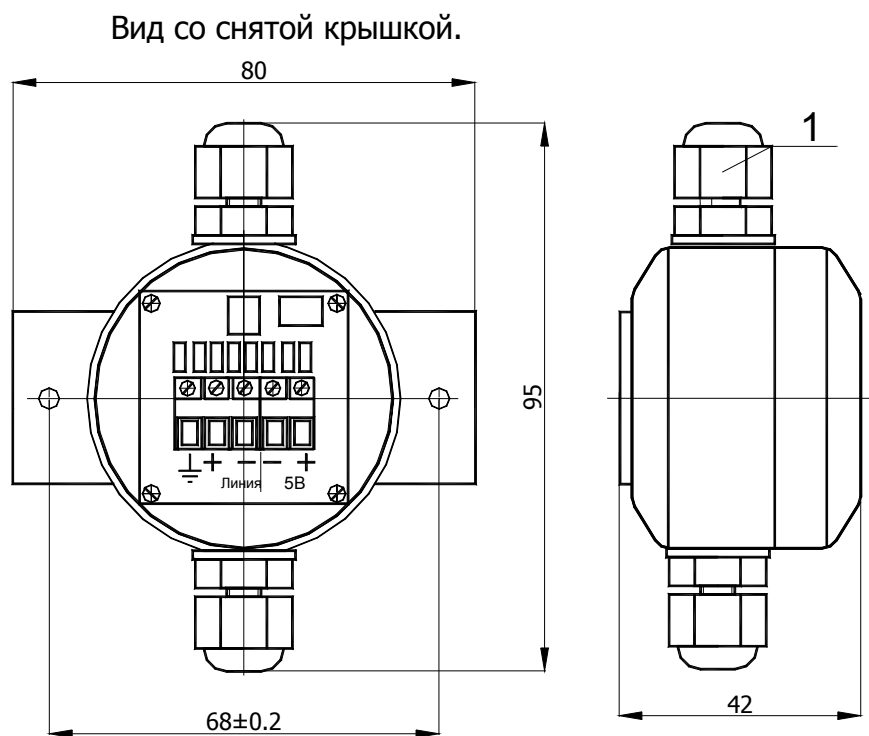
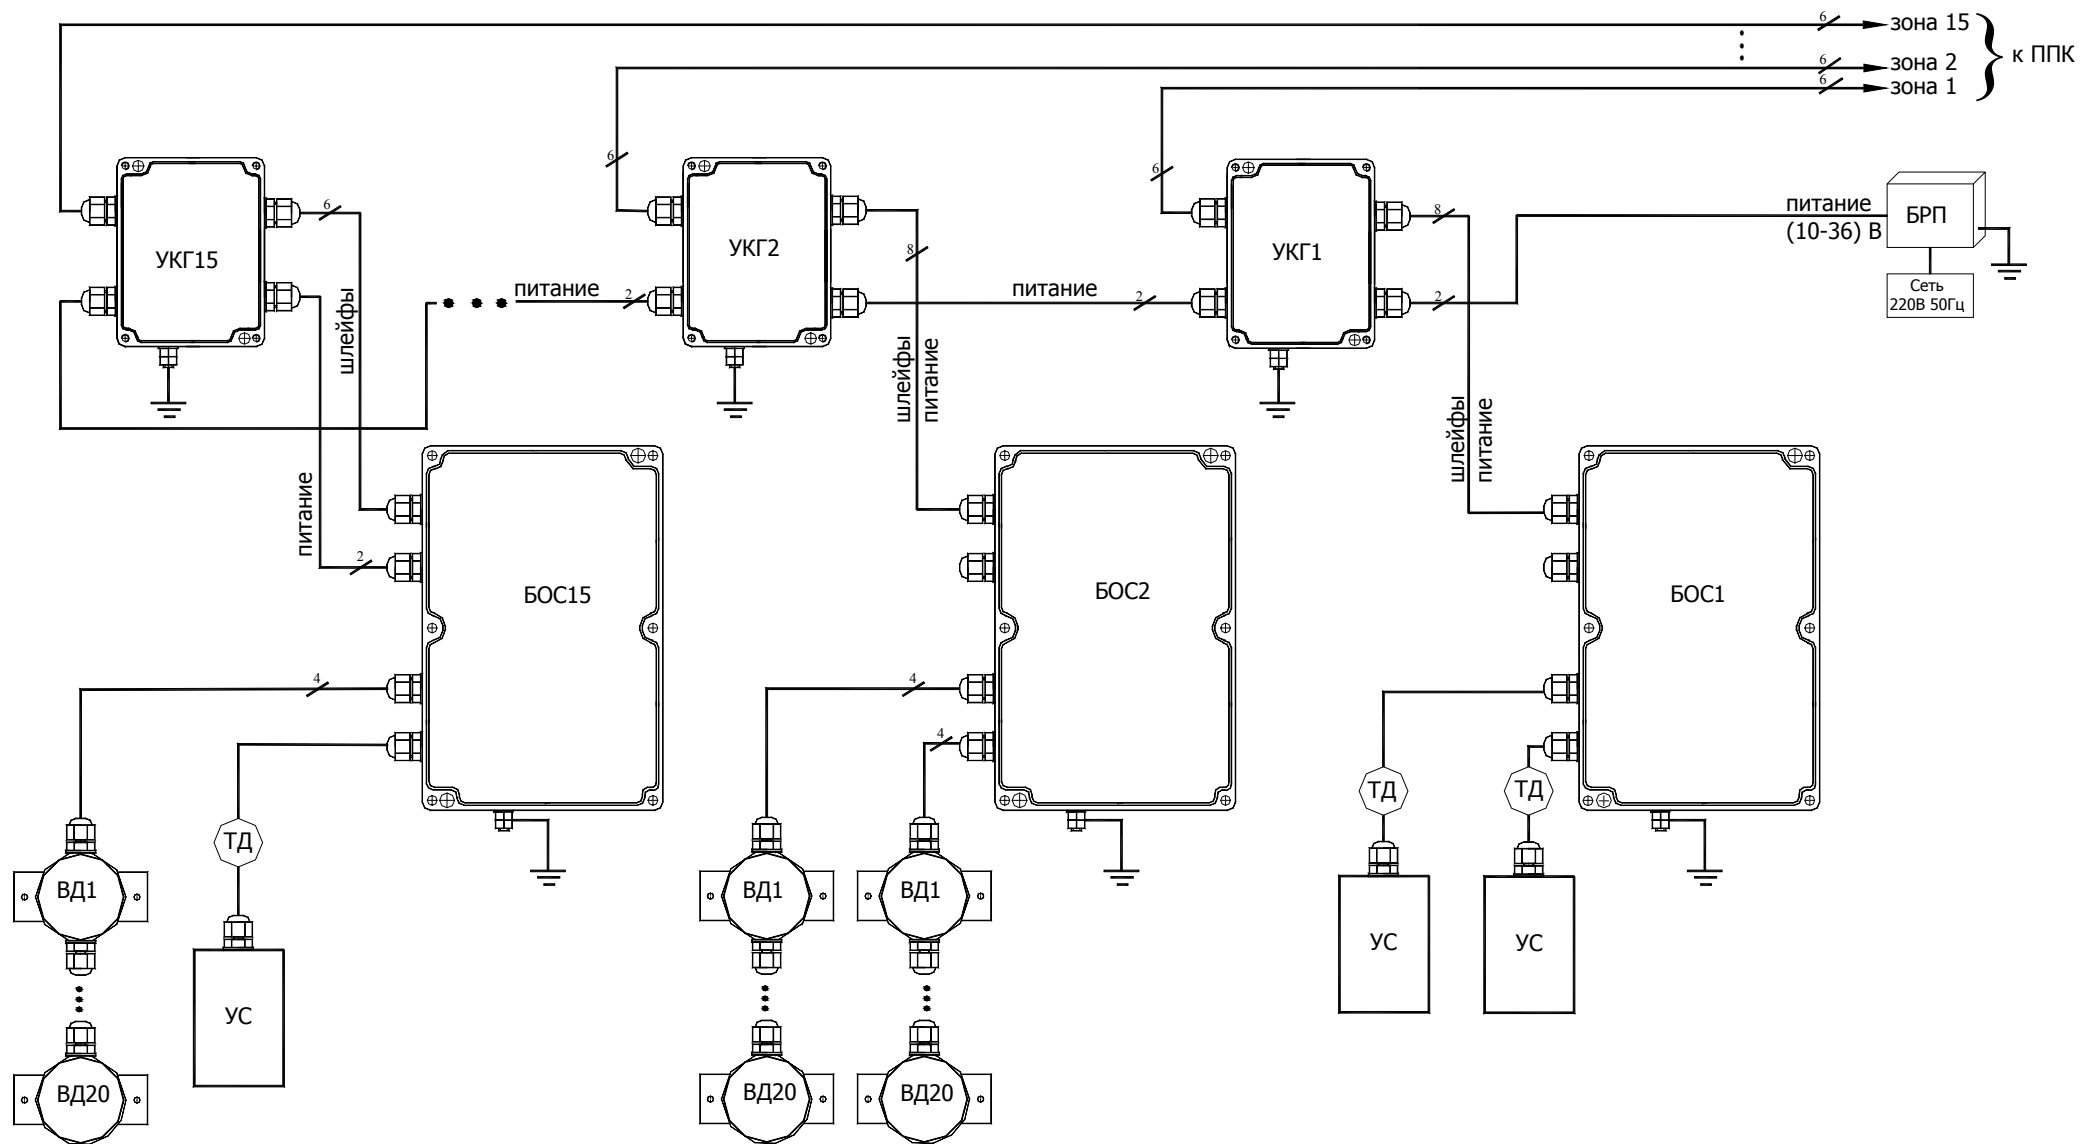

Рис.4 Общий вид ВД
Рис.6 Схема подключения извещателя с БОС, расположенными вне помещения по периметру зоны охраны с передачей извещений по шлейфам.
4.3 **Ввод трибоэлектрических кабелей в БОС или ПРД** производится через гермовводы. Для этого необходимо ослабить гайку гермоввода и ввести кабель в корпус на длину, необходимую для их подключения к разъёмному соединителю ПУ. Концы кабелей аккуратно разделяются и коммутируются на входы плат предварительных усилителей в соответствии со схемами подключения, приведенными на рис. 6...10 приложения. Для этого необходимо снять экран с платы предварительного усилителя и закрепить конец кабеля
ВД крепится по центру ограждения (обычно по центру трехметрового пролета ограждения) или в местах возможного проникновения нарушителя с шагом 5 м с помощью двух шурупов через отверстия в планке крепления. При установке на сетчатом ограждении используется дополнительная планка, устанавливаемая с противоположной стороны сетки. Соединение ВД производится четырехжильным кабелем UTP 5 категории в экране. По двум проводам подается питание, два других являются сигнальными. Кабель последовательно проходит через все ВД и коммутируется через клеммные соединители на платы датчиков. С целью устранения синфазной помехи сигнальные линии включаются перекрестно, как это показано на рис.4 приложения. Оконечный ВД отличается от промежуточных наличием только одного гермоввода. Схемы подключения извещателя с ВД приведены на рис.6...10 приложения.
Коммутация цепей питания, шлейфов и линий интерфейса R485 производится через УКГ с помощью клеммных соединителей, расположенных на платах УКГ. Схемы подключения приведены на рис. 6...10 приложения.
4.4 **Схемы подключения и соединения ИОП** по периметру зоны охраны приведены на рис. 6...10 приложения. При последовательном подключении нескольких извещателей по линиям интерфейса RS485 необходимо отключить согласующие резисторы удалением перемычки **XP1** на всех платах БОС кроме последнего в линии.